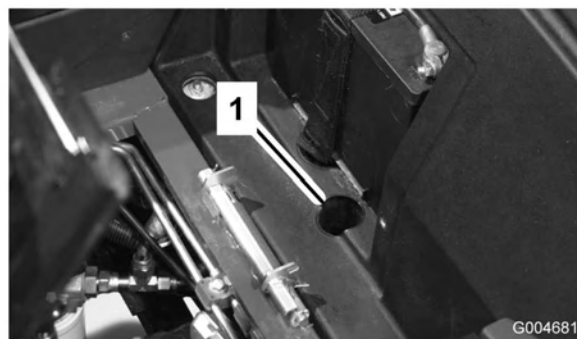

Bild 28
1. Heben Sie den Sitz an und entfernen die Batterieabdeckung. Das Sicherheitsventil befindet sich vor der Batterie (Bild 28).